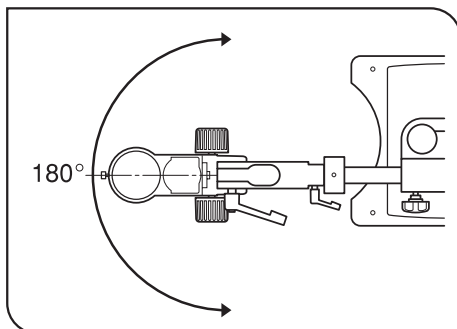

Fig. 21
6. Para girar el cuerpo del microscopio horizontalmente, afloje el mecanismo de sujeción del brazo del soporte del SZX o del cuerpo del microscopio del SZX. (Fig. 21)